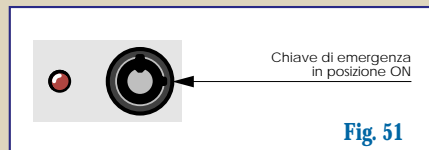

Fig. 51
- Posizionare in "ON" la chiave di emergenza degli alimentatori di sistema (Fig. 51).